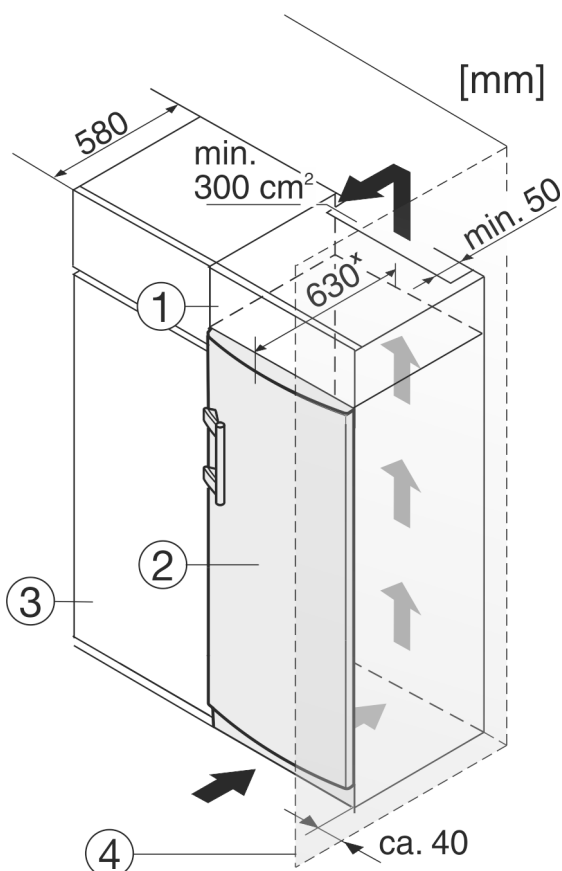

Fig. 10
L'appareil peut être intégré dans des meubles de cuisine. Pour adapter l'appareil Fig. 10 (2) à la hauteur du coin cuisine, une rehausse Fig. 10 (1) peut être posée sur l'appareil.
Lors de la transformation avec des placards de cuisine (profondeur max. 580 mm), le réfrigérateur peut être placé directement à côté du placard de cuisine Fig. 10 (3). Le réfrigérateur dépasse sur les côtés de 34 mm * et au centre du réfrigérateur de 50 mm * par rapport à la façade du placard.
Si le réfrigérateur est installé avec les charnières près d'une paroi Fig. 10 (4), la distance entre le réfrigérateur et la paroi doit être d'au moins 40 mm. Cela correspond au dépassement de la poignée lorsque la porte est ouverte.